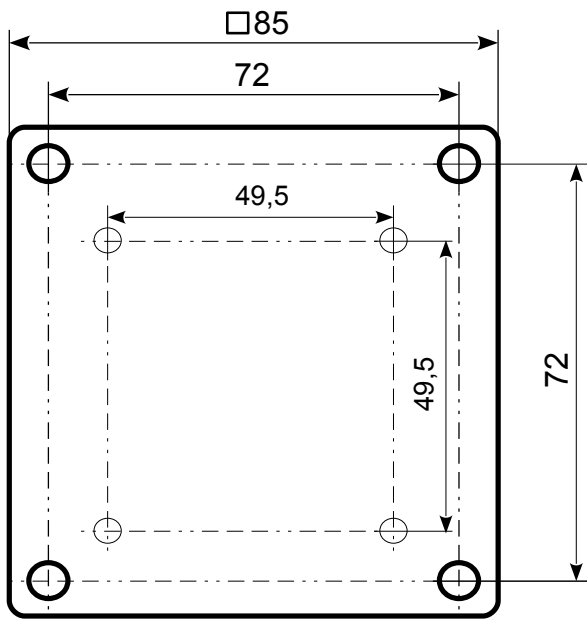
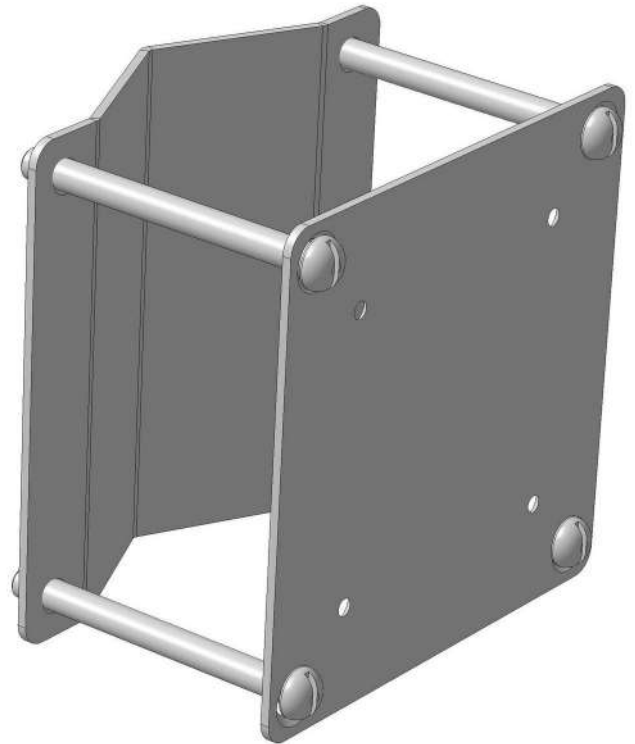

Рисунок 3.1 - Крепежная пластина для установки на стену измерительного преобразователя ИТ-2Ц.В
Рисунок 3.2 - Комплект крепежа измерительного преобразователя ИТ-2Ц.В на трубу
- Измерительные преобразователи ИТ-2Ц предназначены для монтажа на стену, т. е. обязательно комплектуются пластиной (Рисунок 3.1), можно заказать комплект крепежа на трубу Ø57 мм (Рисунок 3.2, Рисунок 3.3)